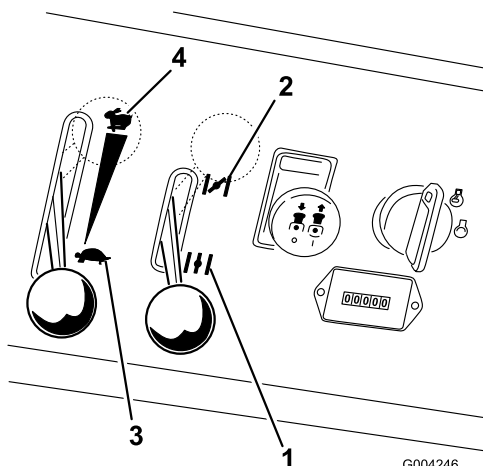

Figure 11
4. Placez la manette de starter en position **ouverte** pour démarrer à froid (Figure 11).
5. Placez la commande d'accélérateur à la position **haut régime** pour démarrer à froid (Figure 11).
7. Lorsque le moteur a démarré, amenez progressivement la manette de starter en position hors service (Figure 11). Si le moteur cale ou hésite, tirez à nouveau sur la manette de starter pendant quelques secondes, puis repoussez-la à la position voulue. Répétez l'opération si nécessaire.
2. Réglez la manette d'accélérateur à mi-course entre les positions bas et haut régime (Figure 11).